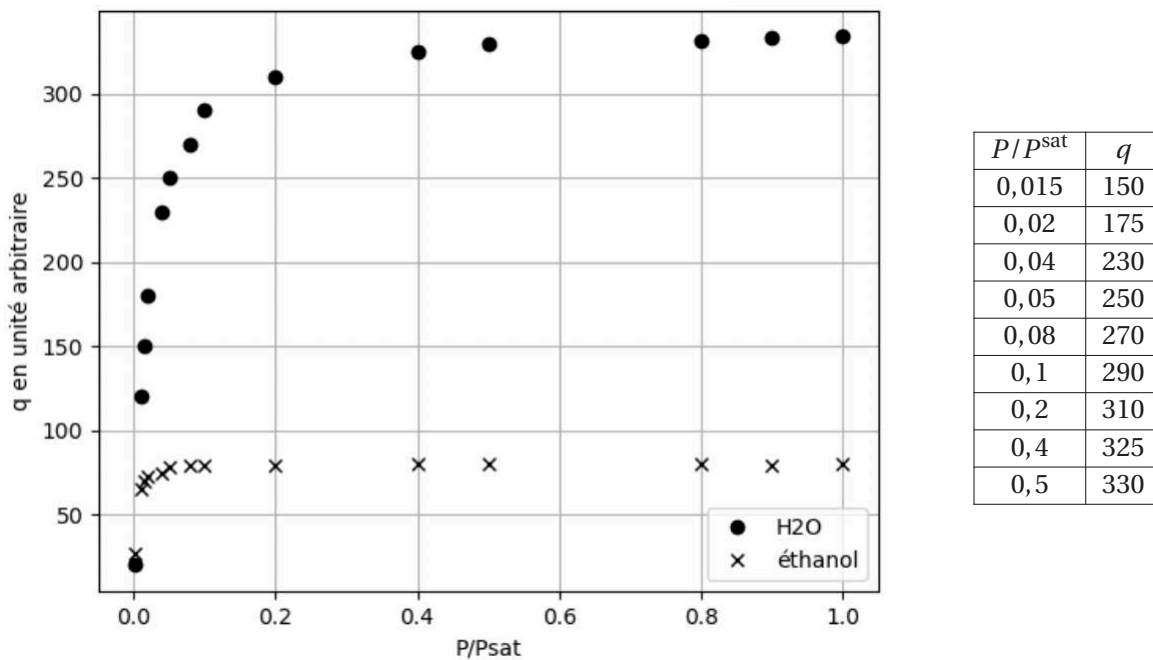

FIGURE 12 – Isothermes d'adsorption pour l'eau et l'éthanol à 298 K et détail de quelques points (cas de l'eau).
Afin d'étudier ses propriétés d'adsorption4, des mesures de  $q$  en fonction de  $P/P^{\text{sat}}$  ont été réalisées avec différents liquides sur une autre zéolite à 298 K. Les résultats avec l'eau et l'éthanol sont reproduits sur la figure 12.
**Q42.** Dans le cadre du modèle de Langmuir, **évaluer**, à l'aide d'une construction graphique bien choisie, la valeur de la constante thermodynamique  $K$  de l'équilibre d'adsorption (1), dans le cas de l'eau.
**Q43.** Pour cette zéolite, à cette température, on constate sur la figure 12 que  $q_{\text{eau}}^{\max} \approx 4q_{\text{EtOH}}^{\max}$ . Lorsque la membrane est utilisée avec un mélange eau-éthanol, les auteurs rapportent dans ce cas une efficacité  $\alpha = 6000$ . **Proposer** une explication.